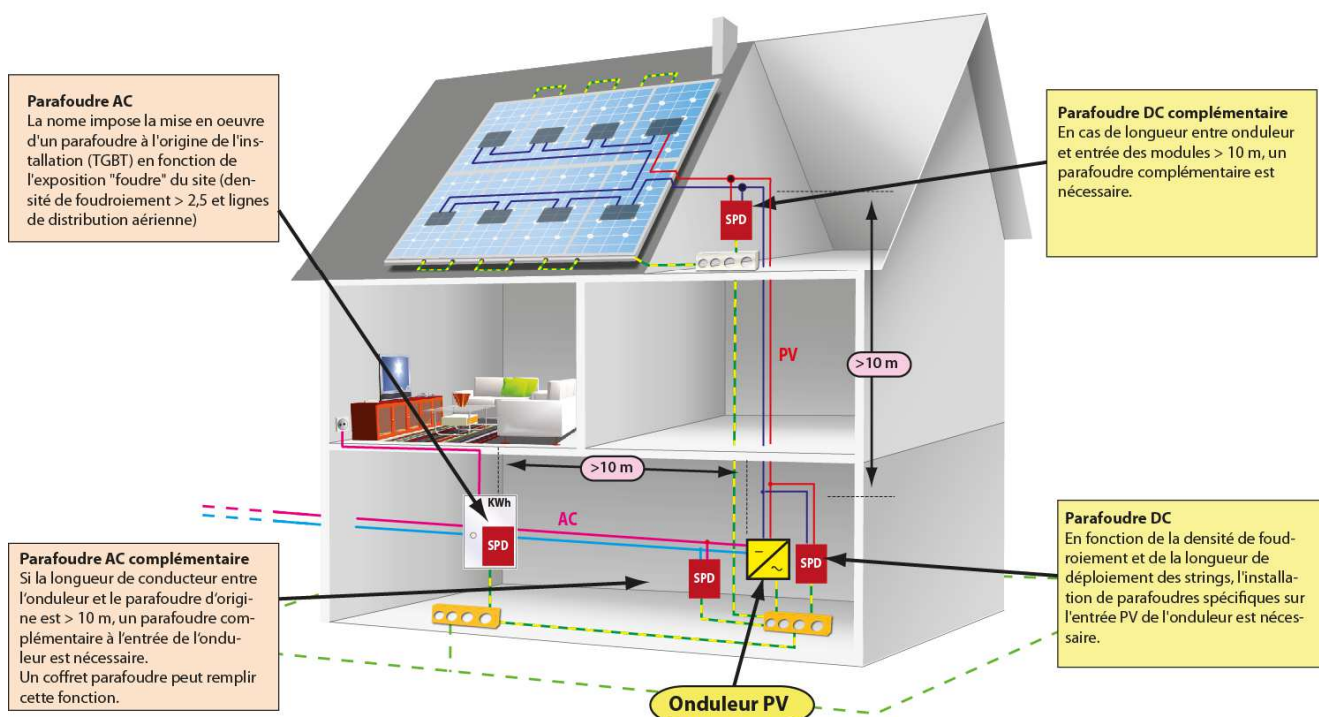

Figure 1
voir Fig. 1
4.3. Installation des Parafoudres Basse tension CC (voir Fig. 1)